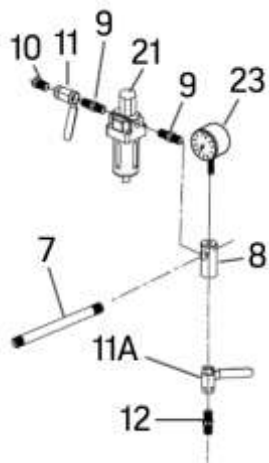

fig. 2
4. Pour assembler l'ensemble d'entrée d'air, procédez de la façon suivante (fig. 2) :